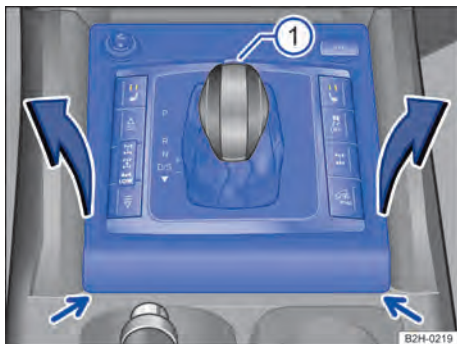
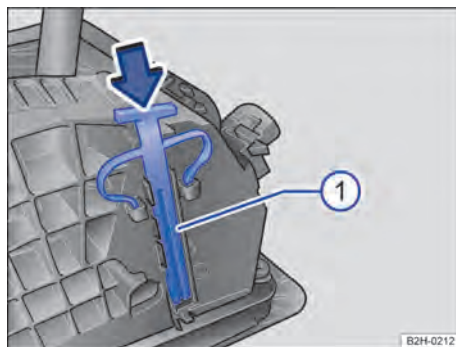

Fig. 171 Desmontar a cobertura do quadro da alavanca seletora.
Fig. 172 Embaixo da cobertura do quadro da alavanca seletora: destravamento de emergência do bloqueio da alavanca seletora.
O destravamento de emergência → Fig. 172  encontra-se debaixo da cobertura do quadro da alavanca seletora → Fig. 171 , visto pelo sentido de direção, no lado direito. Para destravar o bloqueio da alavanca seletora, é necessário um objeto adequado, por exemplo, uma chave de fenda.
- Remover com cuidado a cobertura do quadro da alavanca seletora → Fig. 171 (setas), por exemplo, com uma chave de fenda.
- Com a lâmina plana da chave de fenda das ferramentas de bordo, pressionar cuidadosamente a alavanca de destravamento, no sentido da seta → Fig. 172, e manter nessa posição.
- Pressionar o botão bloqueador dianteiro na manopla da alavanca seletora → Fig. 171 ① e levar a alavanca seletora para a posição **N**.